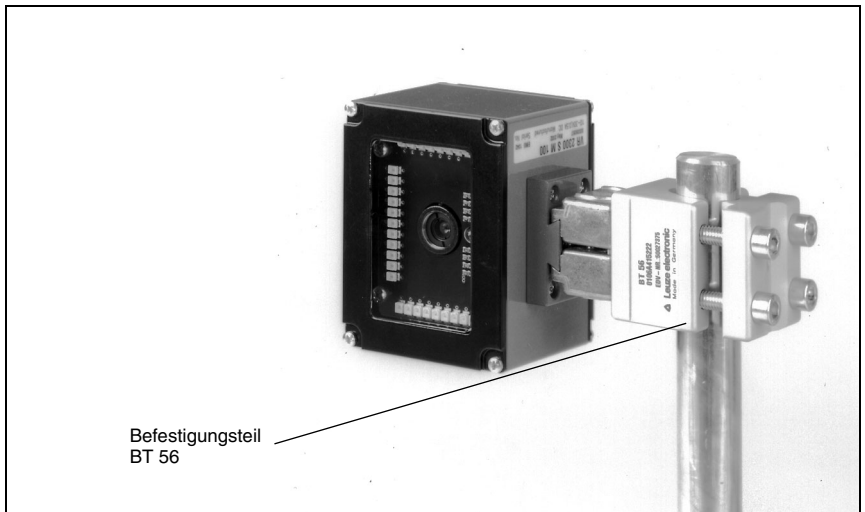

Bild 6.2: Befestigungsbeispiel VR 2300
- an den Schwalbenschwanz-Nuten unter Verwendung des entsprechenden Montagezubehörs (siehe Bild 6.2)